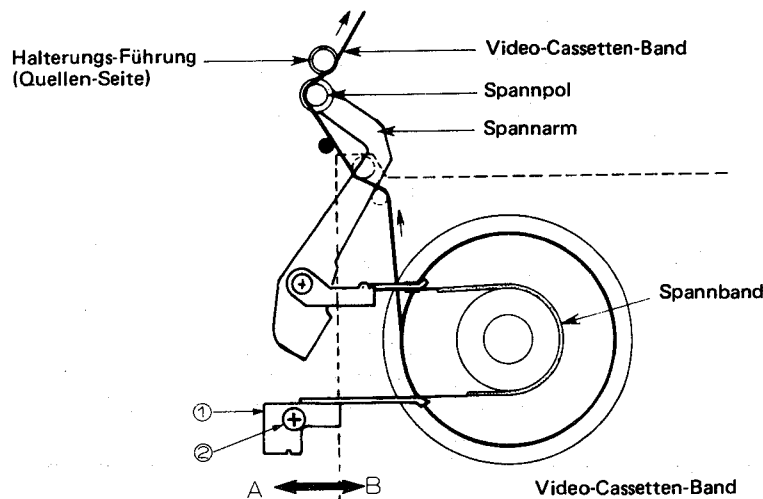

Abbildung 51.
Man lockere die Schraube ② in Abb. 51 ein bißchen und verschiebe den Spannband-Winkel ① in Pfeilrichtung ③ und ziehe die Schraube ② wieder an.
Man lockere die Schraube ② in Abb. 51 ein bißchen und verschiebe den Spannband-Winkel ① in Pfeilrichtung ④ und ziehe die Schraube ② wieder an.